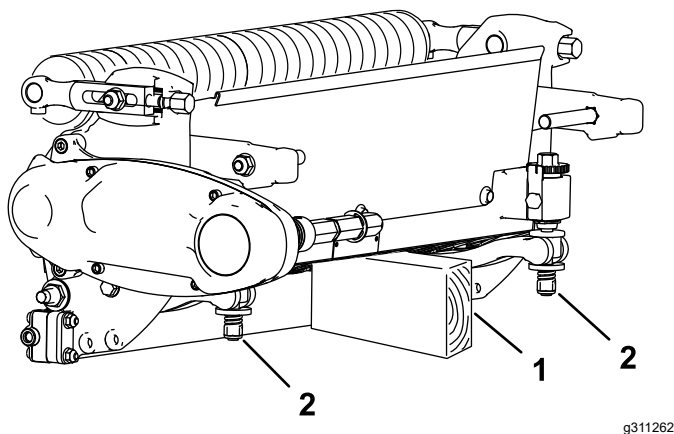

Рисунок 11
- Якщо косильний блок знятий із машини, обіпріть задню частину косильного блока так, щоб гайки на кінцях регулювальних гвинтів опорної планки не спіралися на робочу поверхню (**Рисунок 11**).